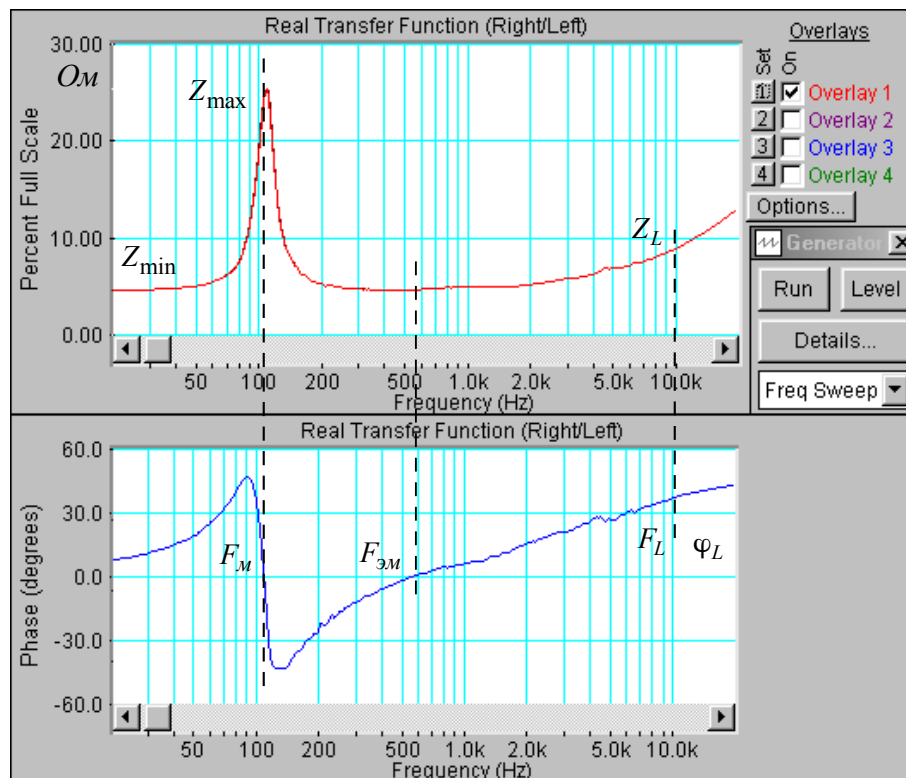

Рис. 2.5. Частная и фазовая характеристики входного сопротивления головки громкоговорителя
- По команде **Run** начните измерения частотной и фазовой характеристик входного сопротивления головки громкоговорителя (рис.2.5). Через 10...30 с, когда графики перестанут видоизменяться, командой **Stop** зафиксируйте результаты измерений.